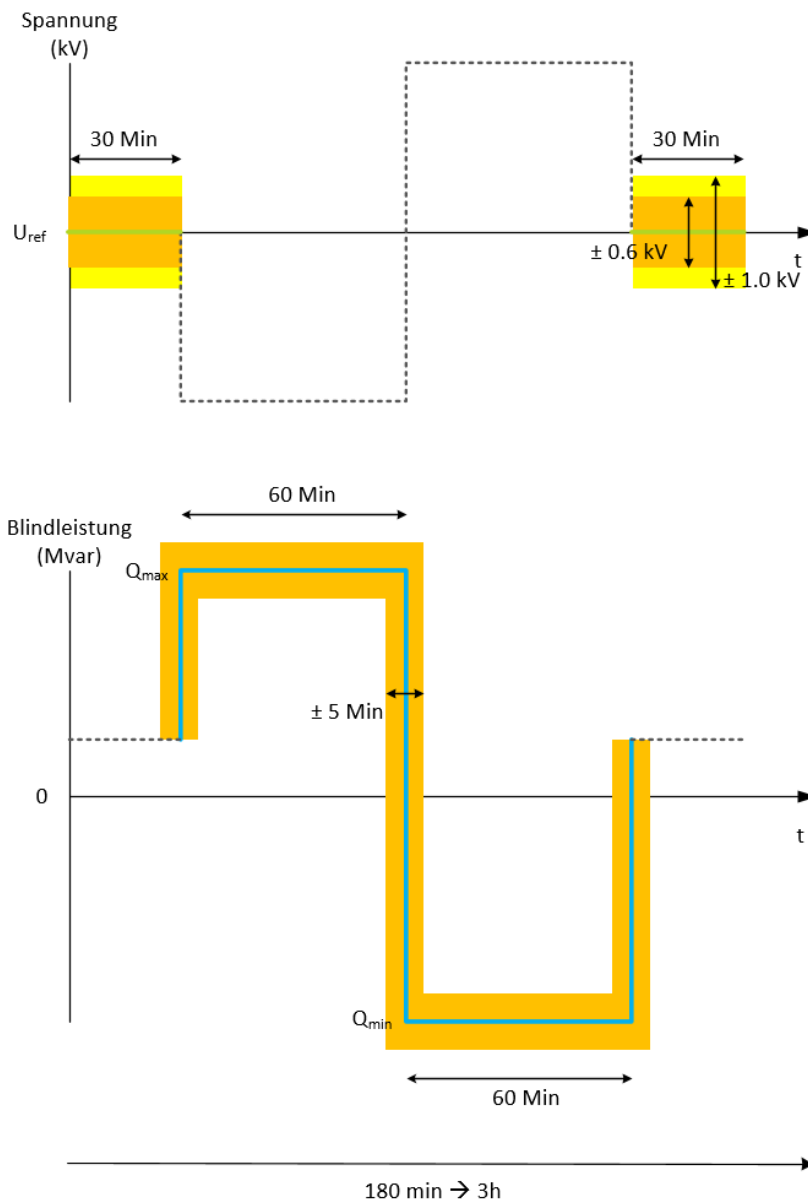

Abbildung 2: S0 B: Ausfahren des verfügbaren Blindleistungsbandes
Der Test S0 kann gemäss Abbildung 2 durchgeführt werden. Die betrieblichen Spannungsgrenzen müssen eingehalten werden. Als U_{ref} zum Start des Tests kann die Ist-Spannung verwendet werden, welche zum Zeitpunkt $t=0$ vorliegt. Dieser Wert ist zu notieren.
- Das Profil gemäss der Testsequenz S0 B abgefahren werden kann (vergleiche Abbildung 2)